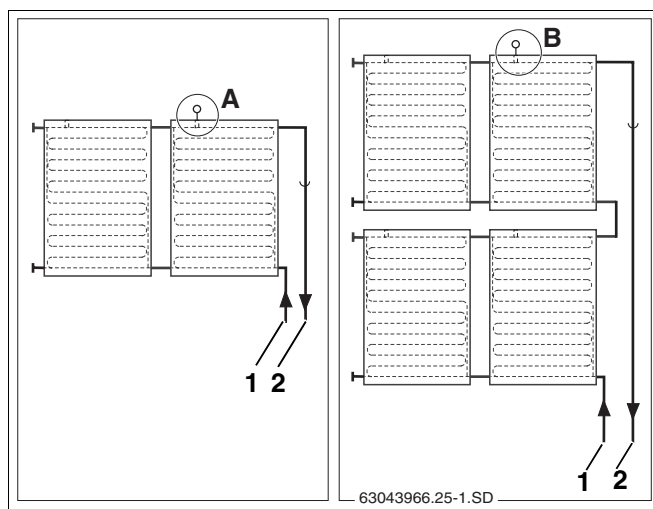

Fig. 53 Posizionamento della sonda del collettore (rappresentazione schematica)
Fare attenzione al posizionamento della sonda per sistemi di collettori ad una o due file (fig. 53).
La sonda del collettore deve essere montata nel collettore con la tubazione di mandata già collegata (fig. 53, **pos. 2**).
- Posizionamento (fig. 53, **pos. A**) per sistemi di collettori ad una fila.
- Posizionamento (fig. 53, **pos. B**) in caso di sistemi di collettori a due file.